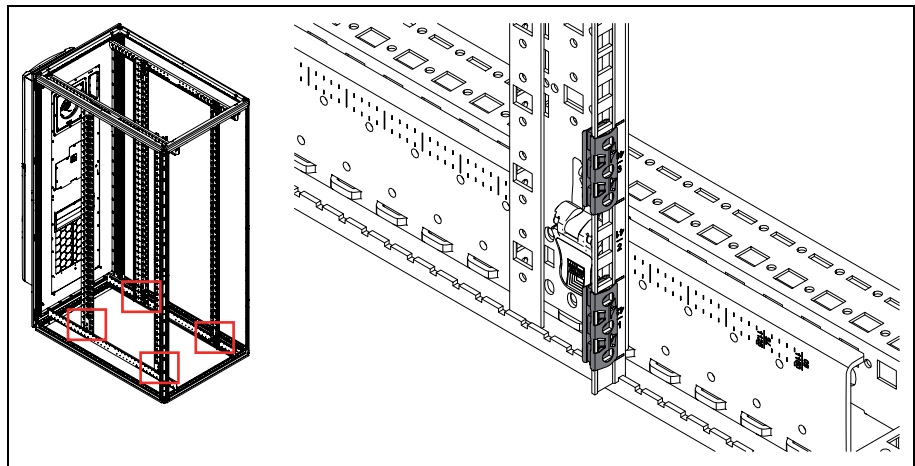

Abb. 4: Einbau 19"-Fastener
- Bringen Sie acht 19"-Fastener an den hinteren und vorderen 19"-Vertikalschienen gemäß Abb. 4 an.